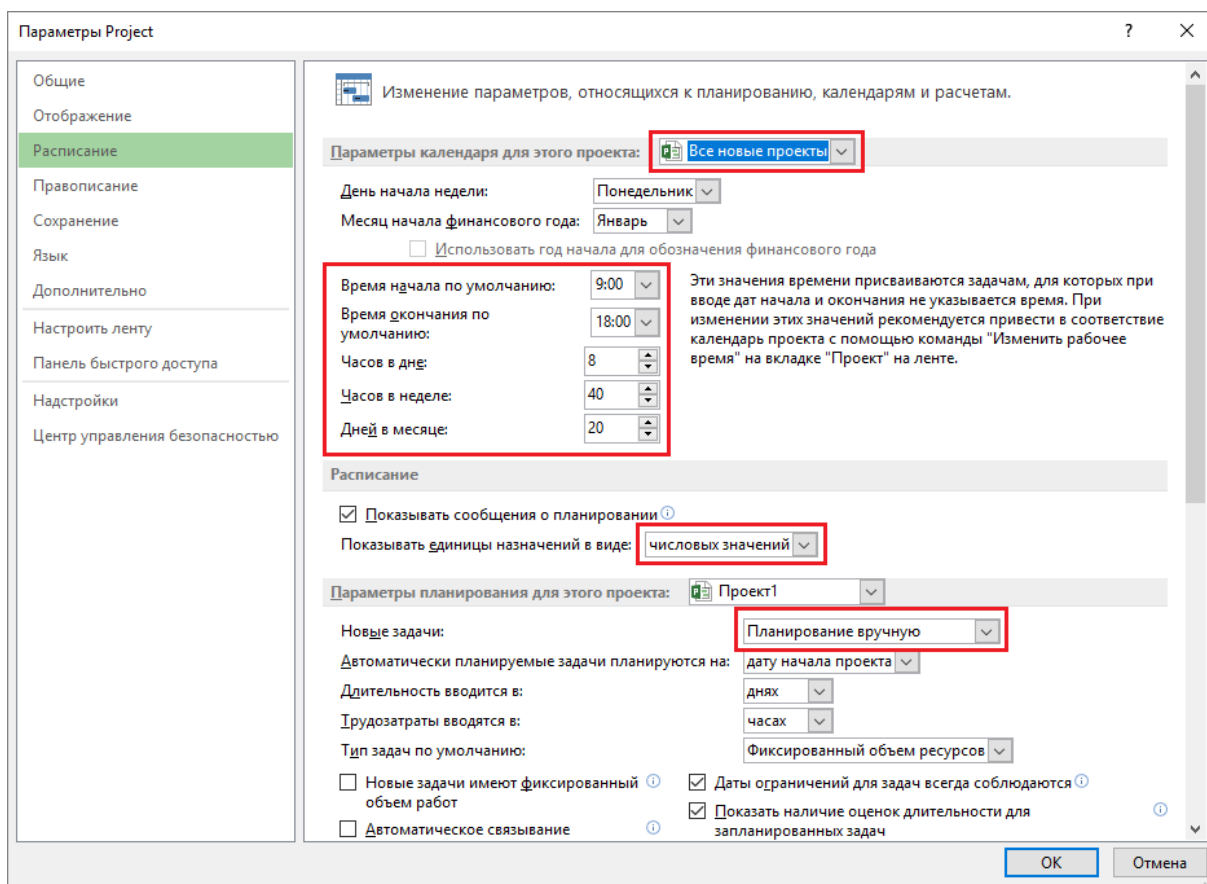

Рисунок 1 – Настройка вкладки «Расписание»
3. Тип планирования задач (ручной), Рисунок 1.